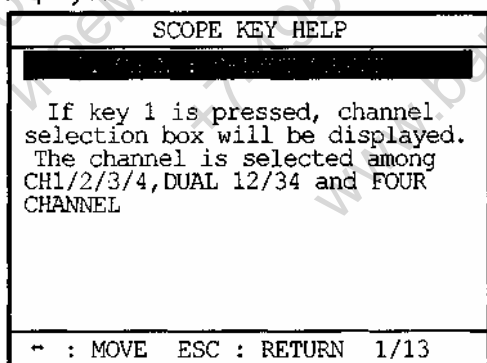

Рис. 3-24. Объяснение – 1.CHAN
– Для просмотра детального объяснения ключевой функции нажмите соответствующую цифру или клавишу ENTER после перемещения высвеченной строки на нужный объект, используя клавиши [←] и [→]. Объяснение по выделенным функциям будет выведено на дисплей (рис. 3-24).